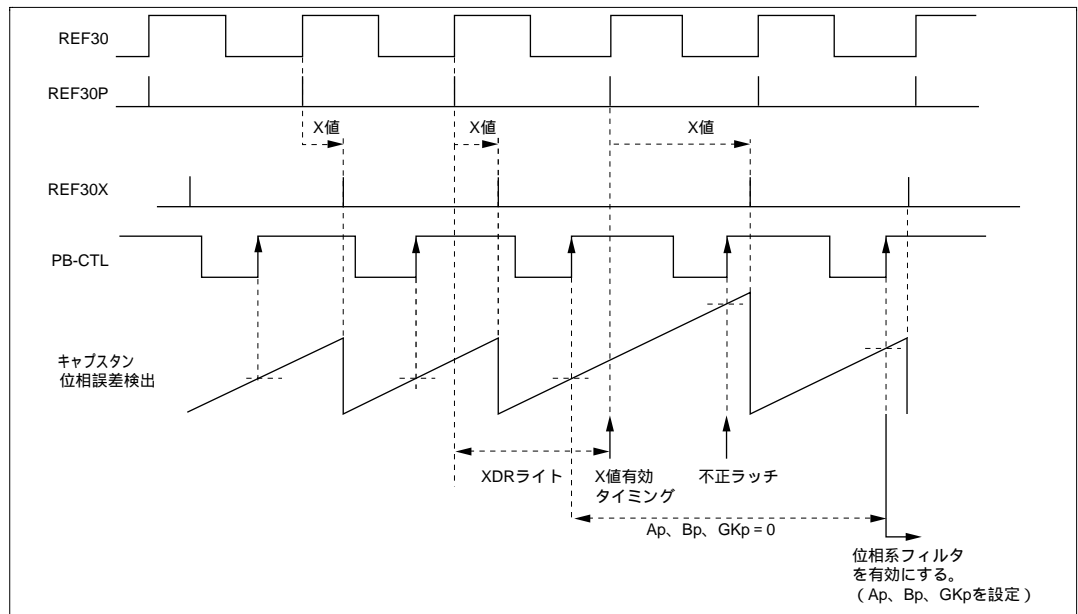

図 13.29 XDR をラッチタイミングを越えて設定し直した場合の例
(1) XDR をラッチタイミングを越えて設定し直した場合 (図 13.29)